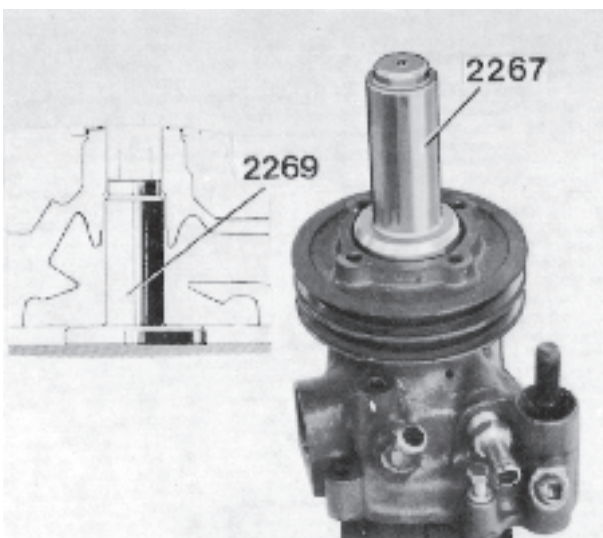

Fig. 147 Montage de la poulie avec roulement
4. Poser le gabarit de fixation 2269 à la place de la turbine (fig. 147). Appuyer avec le mandrin 2267 sur la poulie et les roulements (fig. 147). Monter le circlips du roulement.